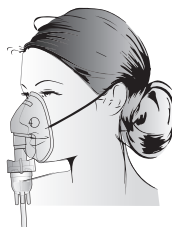

Рисунок 10
- Для проведения ингаляции сразу на все участки дыхательных путей используйте респираторные маски (рисунок 10).